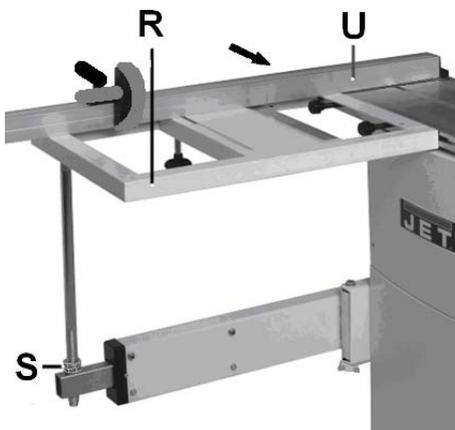

Рис. 12
- Стол каретки устанавливается на телескопической штанге (R, рисунок 12).
- Телескопическая штанга регулируется на заводе. Каретка перемещается к телескопической штанге под прямым углом (как показано на рис. 12).
- Установите шкалу поперечного упора при помощи гаек (S) на уровне рабочего стола станка.
- Используйте поперечный упор(U) в качестве поверочной линейки.
- Не устанавливайте поперечный упор (рис. 12,U) во время работы станка.
- Регулировка упора на 90° (R, рис. 12) производится на заводе. Для перестановки центр вращения необходимо переместить в Т-образном пазе торцовочного упора. Проверьте правильность установки на пробной заготовке.